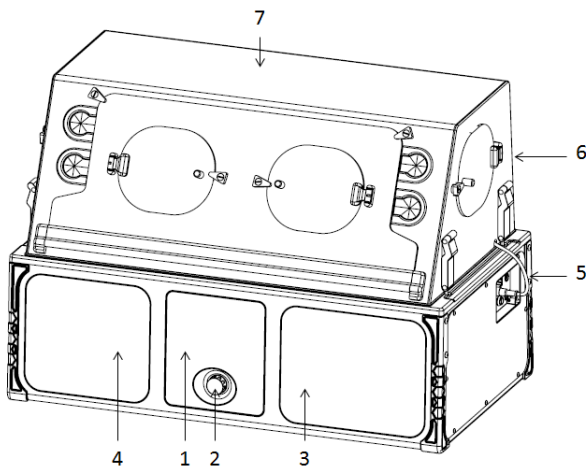

Figura 3-1 Vista ISO frontal
2. Con la incubadora de transporte conectada a la alimentación de CA, presione la rueda (**Figura 3-1**, elemento 2) para encender la incubadora de transporte. La incubadora de transporte realizará una prueba automática de encendido y probará la alarma sonora. Asegúrese de que se muestra la barra de progreso de la autocomprobación de encendido y que se escucha la alarma sonora. Una vez completada la prueba, verifique que el icono de alimentación de CA y el icono de energía de la batería se muestren en la esquina superior izquierda.